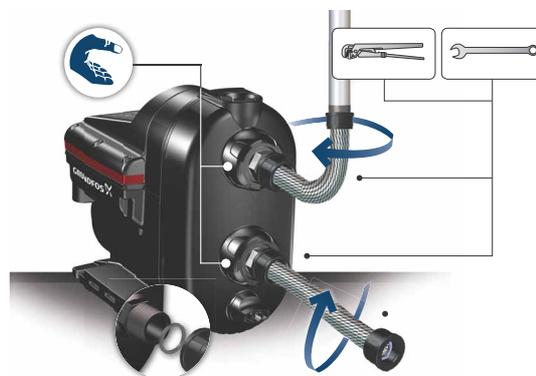

Fig. 3 Come montare i raccordi
2. Quindi inserire i raccordi nell'aspirazione e nella mandata tenendoli con una mano e serrando i dadi di raccordo con l'altra mano. Vedi fig. 3.